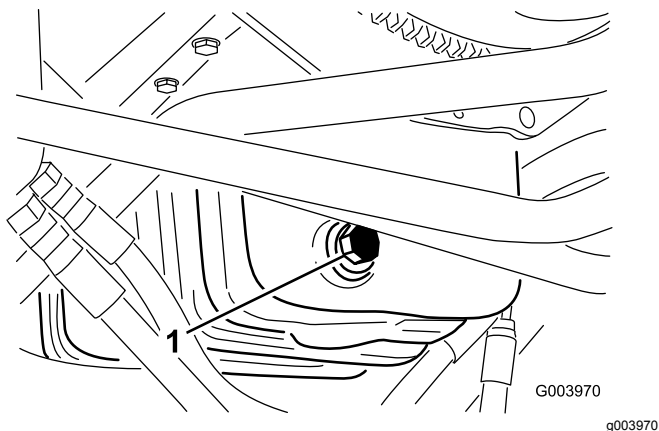

Figura 54
- Togliete il tappo di spurgo (Figura 54) e lasciate defluire l'olio in una bacinella.